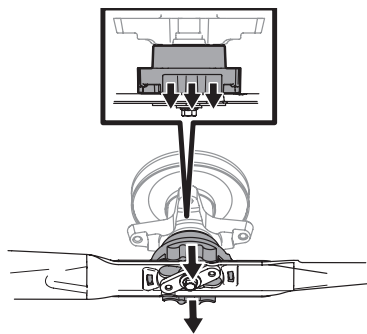

Figure 50
6. Vous entendrez un dé clic lorsque la lame s'enclenche bien. Voir Figure 50.